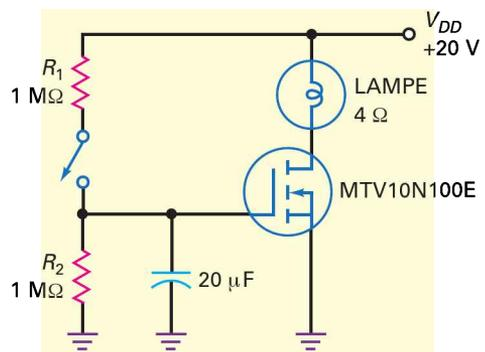

Figure 12.57
12.30 Que vaut la constante de temps de la figure 12.57 ? Quelle est la puissance de la lampe au plein éclairage ?
12.31 D'après la figure 12.57, les valeurs des deux résistances du circuit de la grille sont doublées. Quelle est la constante de temps ? Si la lampe est remplacée par une autre ayant une résistance égale à 6 Ω, quel est le courant dans la lampe en plein fonctionnement ?